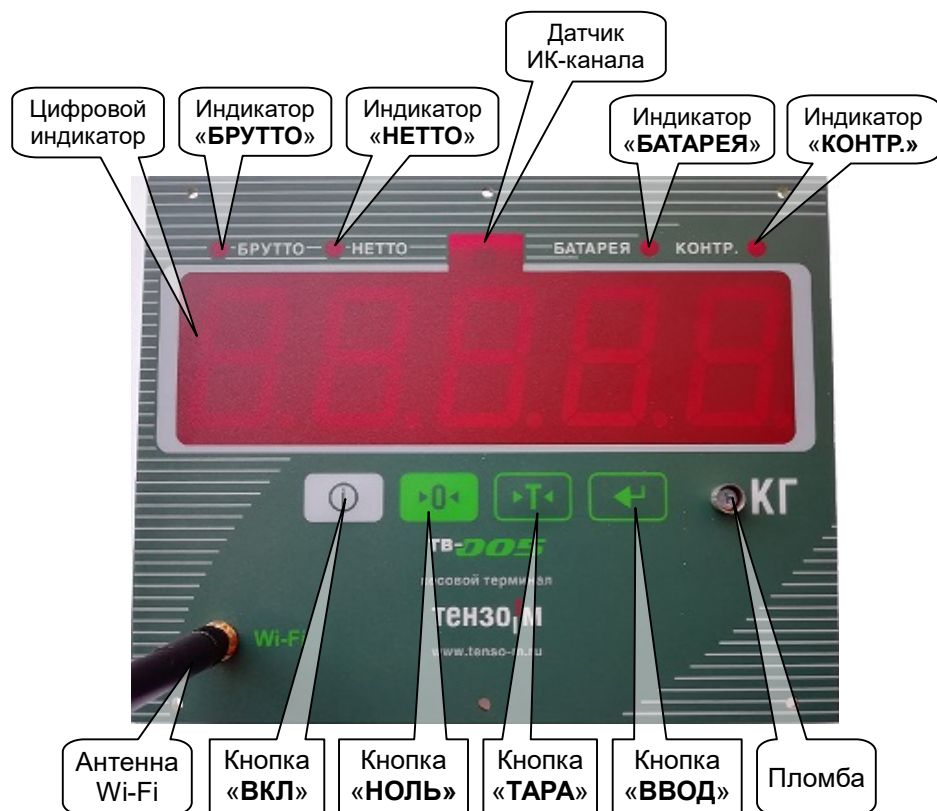

Рис. 2.1. Внешний вид Преобразователя спереди.
На Рис. 2.1 изображён внешний вид Преобразователя спереди.
3.4. Преобразователь и весы, в которых Преобразователь установлен, включаются нажатием и удержанием кнопки включения напряжения питания, расположенной на лицевой панели Преобразователя (см. Рис. 2.1, стр. 3).